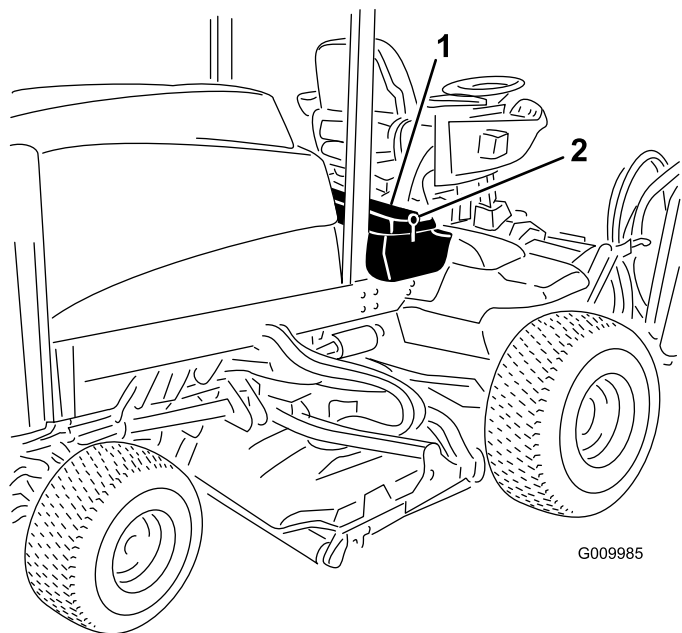

Рисунок 91
1. Откройте защелки и поднимите панель консоли оператора (Рисунок 91).